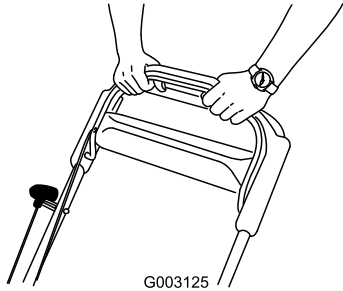

Figure 23
- Maintenez la barre de commande de la lame contre le guidon (Figure 23).